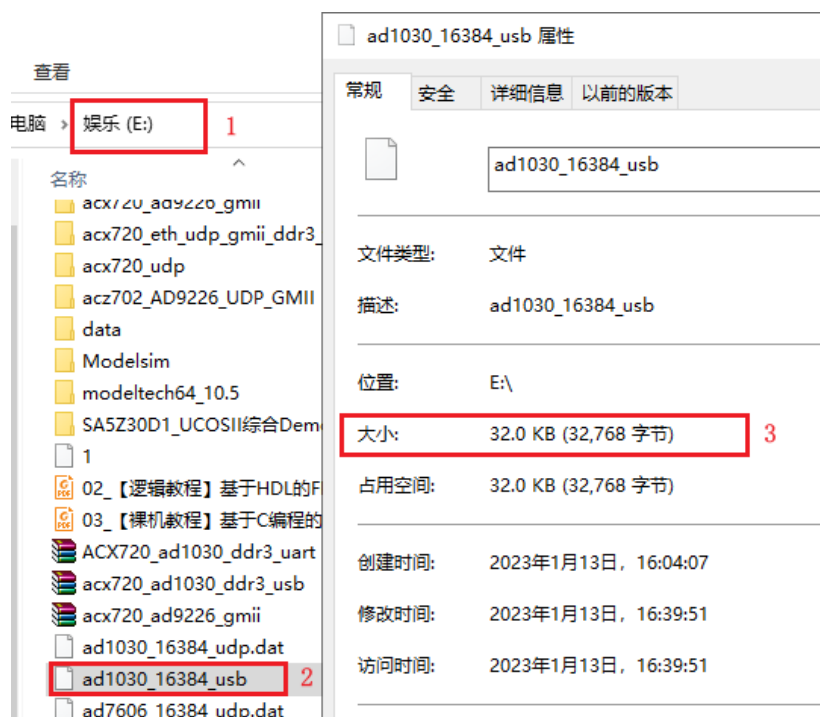

图 1-29 查看接收文件大小
10. 我们根据前面第 8 步设置的文件路径，找到数据文件，然后右击选中属性，查看文件大小，如下图 1-29 所示。从图中可以看出，文件大小为 32768 字节，符合我们之前设置的采样数量的大小。